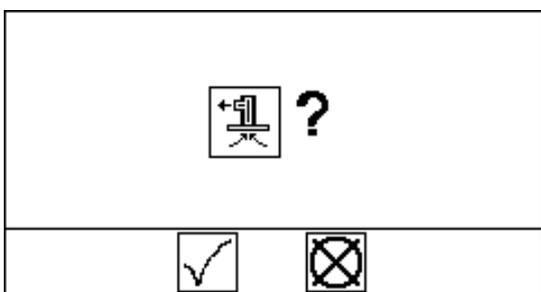

FIG. 12 : Confirmation de l'amorçage
4. Appuyez sur la touche Amorçage de la pompe . L'affichage invite l'opérateur à confirmer. Consultez la FIG. 12. Sélectionnez  pour lancer l'amorçage.